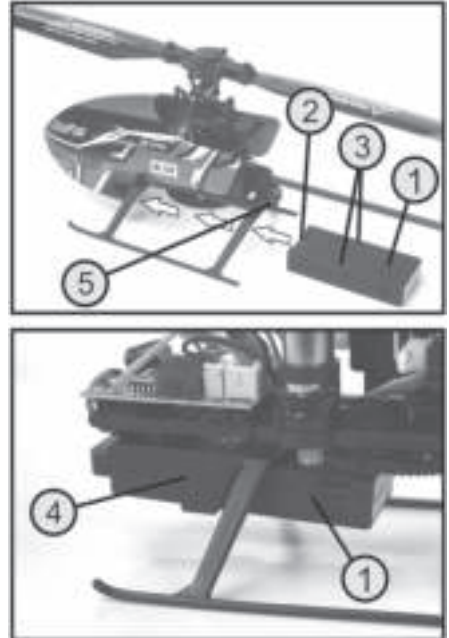

Figure 7
Pour éviter une décharge profonde de l'accu de propulsion qui pourrait l'endommager, vous devez atterrir immédiatement lorsque le voyant rouge sur la plaque de retenue de roulement arrière (voir Figure 7, pos. 5) commence à clignoter. Si vous ne faites pas atterrir le modèle, sa puissance baisse après un court laps de temps et effectuera automatiquement une procédure d'atterrissage. Pendant ce temps, la LED de l'hélicoptère clignote rapidement.